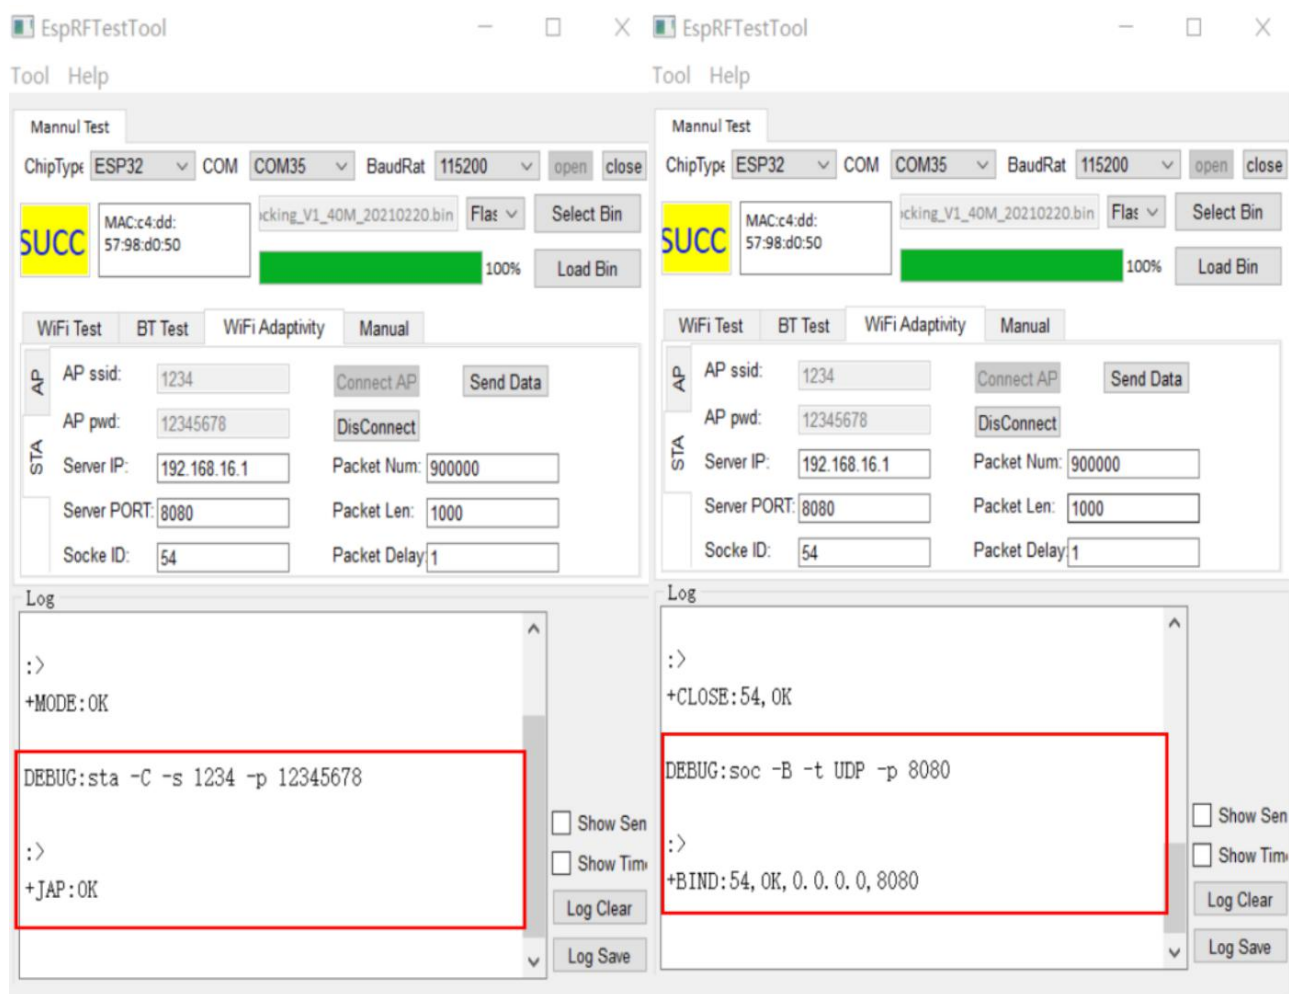

图 3-1 自适应测试界面
- 对于工作在 WiFi Station Mode 的样机，在下载时打开的 EspRFTTestTool 中点击 wifi Adaptivity,进去后点击左边的 STA，输入实验室 AP 的名称和密码，名称和密码尽量简单，点击 Connect AP，EspRFTTestTool 状态栏会显示连接 log。连接成功后，将 packet num 改成 900000 以便长时间跑流，将 packet delay 改成 1，socket ID 为 54，然后点击 Send Data 即可认证测试，连接和跑流的界面如图 3-1。